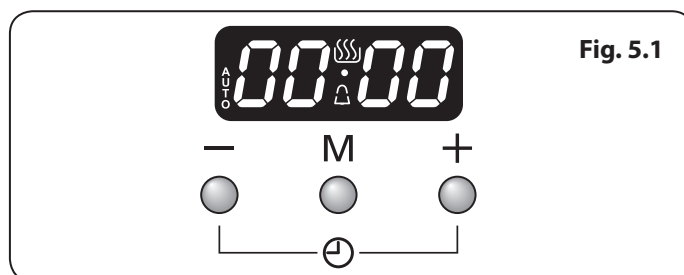

Fig. 5.1
1. L'horloge LCD est présentée en (Fig. 5.1). Une fois la cuisinière connectée et allumée, l'écran clignote (00.00) et l'heure débute à (00.00).